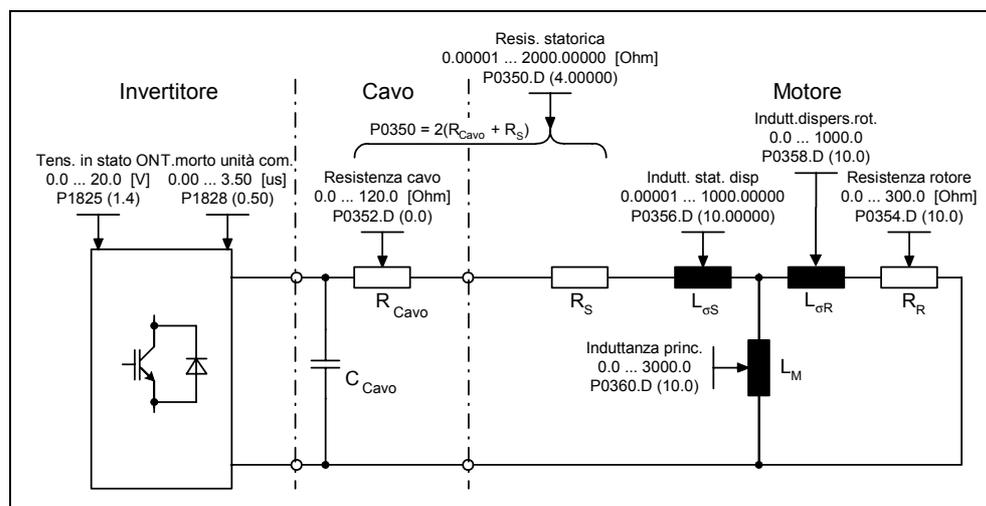

Figura 3-26 Circuito equivalente (ESB)
Il calcolo dei dati interni del motore / della regolazione viene avviato con il parametro P0340 oppure indirettamente mediante il parametro P03900 (vedi capitolo 3.5.2) o P1910 (vedi capitolo 3.5.5). Per esempio, è possibile usare la funzione del parametro P0340 quando sono noti i dati del circuito equivalente (vedi Figura 3-26) o i momenti d'inerzia. Le impostazioni possibili per il parametro P0340 sono descritte nella tabella Tabella 3-9. I parametri che vengono calcolati con le varie impostazioni sono elencati nella Tabella 3-10.
- Dati circuito equivalente (ESB, vedi Figura 3-26) → P1910 = 1
Al primo avvio dell'identificazione dati del motore, partendo dai dati di targa, vengono determinati mediante P1910 = 1 i seguenti (dati di taratura) (vedi Figura 3-26):